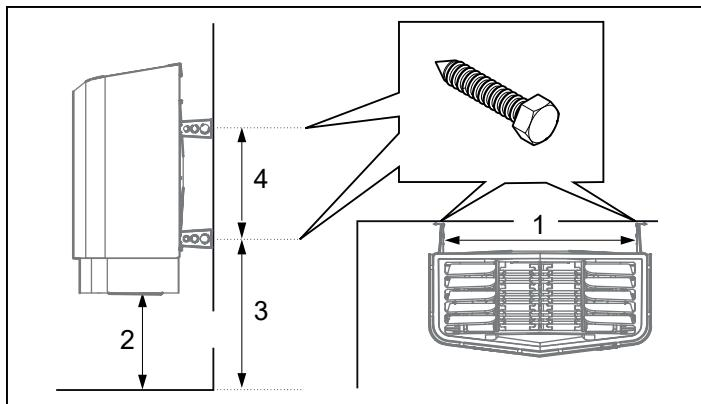

Fig 18: Måtsättning
6. Placera konsolskruvarna enligt måtsättning se Fig 18.